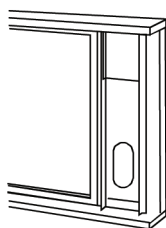

Рис. 16
3. Отрежьте клейкое губчатое уплотнение нужной длины и прикрепите его к верхней части окна. См. рисунок 16.